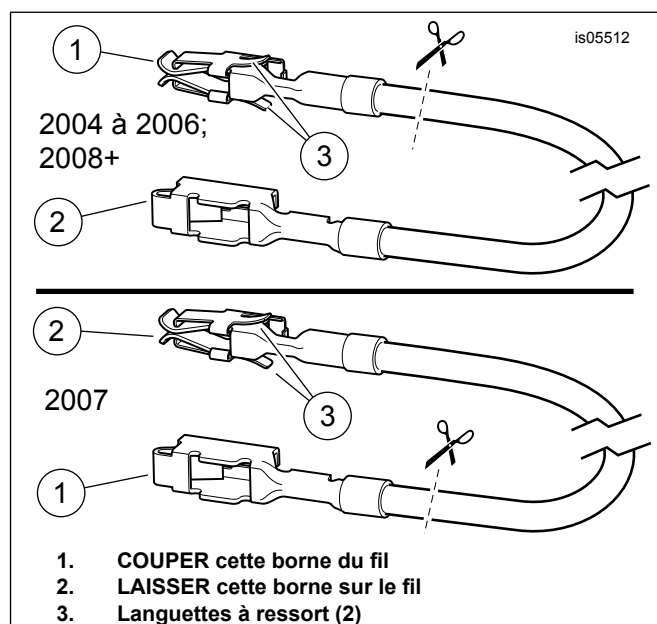

Figure 13. Fil adaptateur de bloc fusibles (modèles FL Touring)
- Prendre le fil adaptateur orange/blanc (9) du bloc fusibles dans le kit. **Modèles de 2004 à 2006** : Bien noter la borne à chaque extrémité (voir Figure 13, **vue de dessus**). Seule la borne **SANS les languettes à ressort** convient à la cavité de fusible. Couper avec soin la borne **AVEC** les languettes à ressort du fil et la jeter. **Modèles 2007** : Bien noter la borne à chaque extrémité (voir Figure 13, **vue de dessous**). Seule la borne **AVEC les languettes à ressort** convient à la cavité de fusible. Couper avec soin la borne **SANS** les languettes à ressort du fil et la jeter.